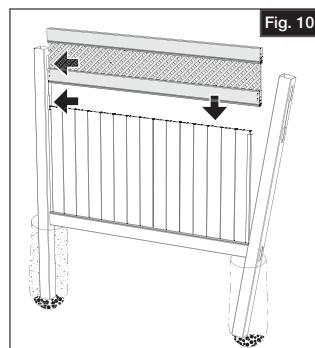

Fig. 10
- c. Enfin, installer l'assemblage du haut dans les trous du premier poteau (Fig. 10).